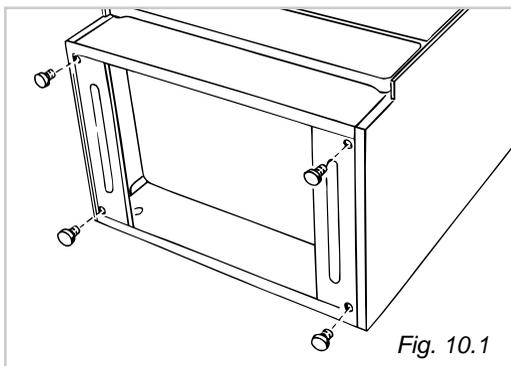

Fig. 10.1
- Montare i piedini di appoggio per evitare di danneggiare il pavimento. Per fare ciò, adagiare la cucina sul pavimento, come illustrato in fig. 10.1, ed innestare a pressione i 4 piedini in dotazione negli appositi fori.